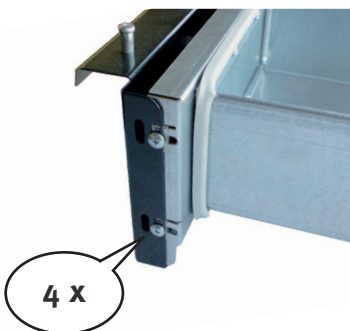

Fig. 8
- ⇒ Retirer le tiroir des cendres, desserrer les vis de fixation de la plinthe (Fig. 8), régler l'écart de la plinthe de socle et resserrer les vis.